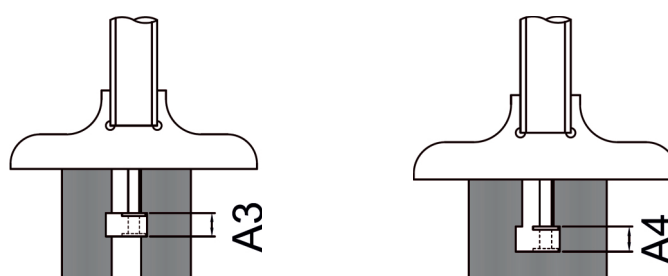

Abb. 3
- » Für einen scheibenförmigen Kontaktpunkt zur Messung der Breite von Nuten in einem Loch ziehen Sie die Millimeterskala vorsichtig, bis die innere Messfläche des Kontaktpunkts die obere Fläche der Nut berührt. Setzen Sie den Nullwert durch Halten der „SET“-Taste. Platzieren Sie dann die äußere Messfläche des Kontaktpunkts auf der unteren Fläche der Nut und messen Sie die Tiefen A3 und A4 (Abb. 3). Die Dicke des scheibenförmigen Kontaktpunkts beträgt x, und die Werte von A3 und A4 entsprechen den Ablesewerten plus x.